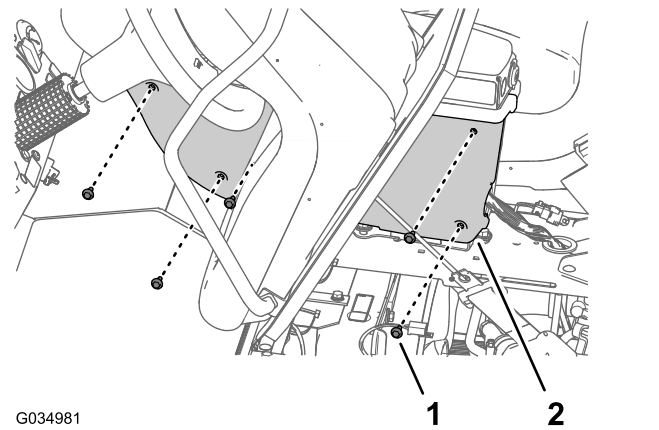

Figura 112
2. Retire los 5 pernos con arandela prensada (1/4" x 3/4") que sujetan la cubierta a la izquierda de la consola central (Figura 112).